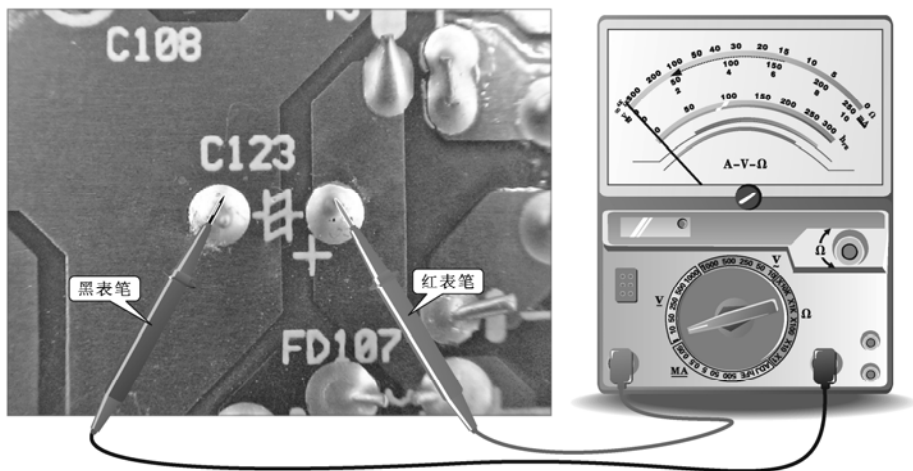

图 3-57 检测 C123 两端的电压
开关变压器 T101③脚输出的脉冲电压经过二极管 D110 整流、电解电容 C123 滤波后，输出直流电压 16V，由此可知该电压所对应的电解电容是 C123。将电源通电，用万用表对电容 C123 进行检测，检测方法如图 3-57 所示，万用表红表笔接正极，黑表笔接负极。正常情况下，C123 两端的电压应比输出电压值 16V 略高一些。但实际检测 C123 两端的电压为 0 V，表明整流二极管 D110 损坏。